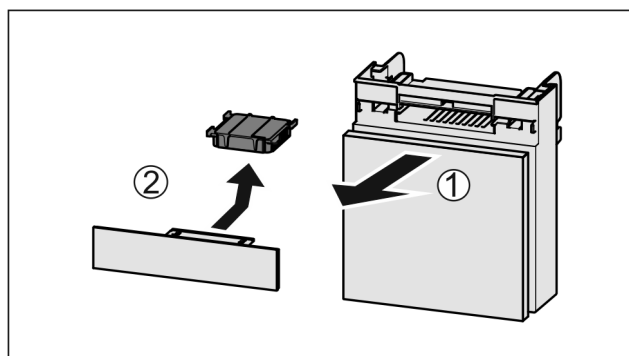

Fig. 61
- Estrarre il vano tirando in avanti Fig. 61 (1).
- Rimuovere il filtro a carboni attivi Fig. 61 (2).